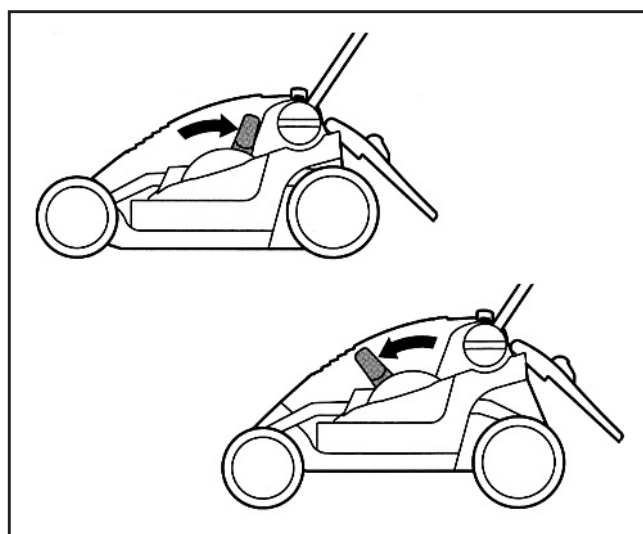

Fig. 10
- Réglez à la hauteur de coupe souhaitée (Fig. 10).
- Ajuste a la altura de corte deseada (fig. 10).
- Regule a altura de corte desejada (fig.10).